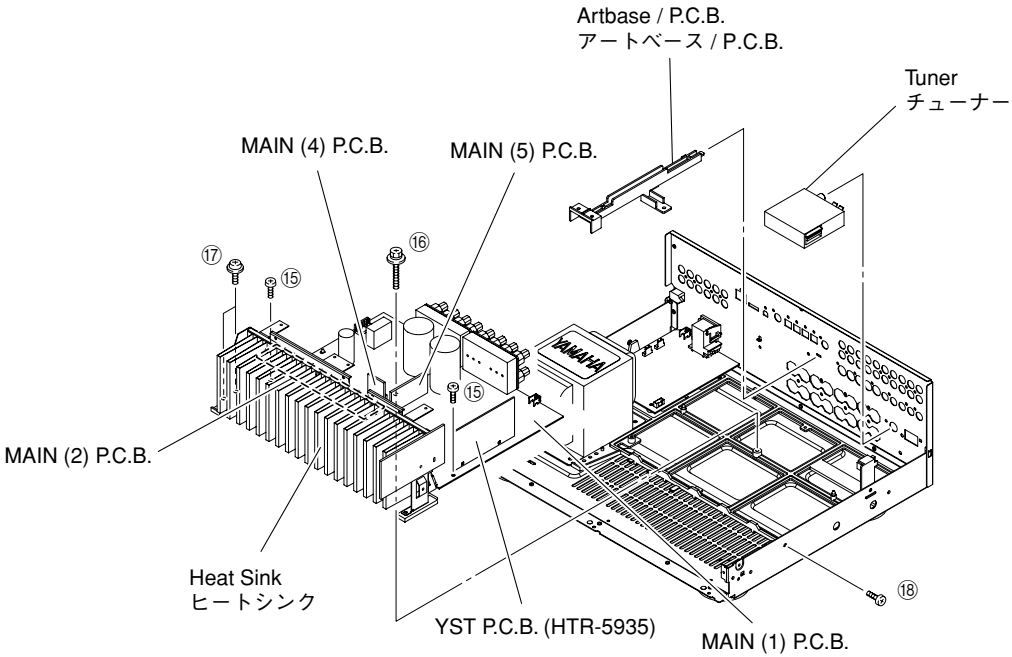

Fig. 5
- b. Remove the Tuner. (Fig. 5)
8. Removal of MAIN (1), (2), (4), (5) and YST (HTR-5835 model) P.C.B.s
- a. Remove the Artbase/P.C.B.. (Fig. 5)
- b. Remove 2 screws (⑮), 1 screw (⑯), 2 screws (⑰) and 1 screw (⑱). (Fig. 5)
- e. Remove MAIN (1), (2), (4), (5) and YST (HTR-5835 model) P.C.B.s together with the Heat Sink. (Fig. 5)
- b. TUNERを取り外します。(Fig. 5)
- a. アートベース/PCBを取り外します。(Fig. 5)
- b. ⑮のネジ2本、⑯のネジ1本、⑰のネジ2本、⑱のネジ1本を外します。(Fig. 5)
- e. MAIN(1)、(2)、(4)、(5)P.C.B.をヒートシンクと一緒に取り外します。(Fig. 5)